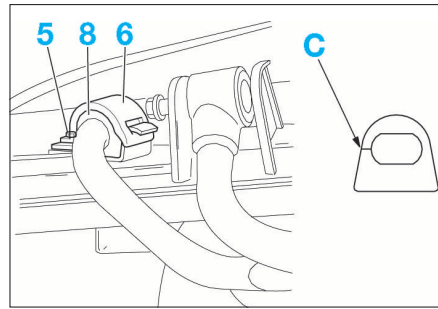

FIG. 59
- orienter l'ouverture (C) du palier caoutchouc (9) vers l'arrière du véhicule (Fig.59).